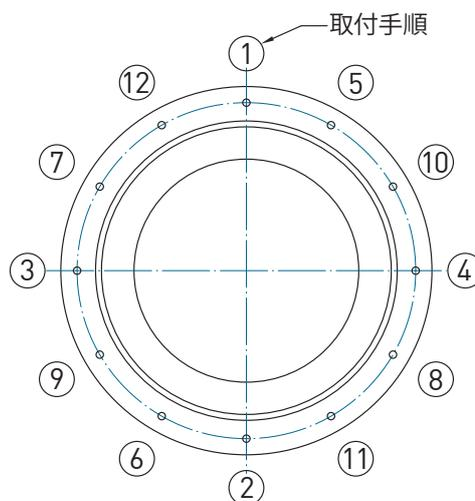

図1
3. CRB の組付け手順 (フランジ穴がある場合): フランジを軸受に設置し、ねじ穴を合わせて図 1 の順番通りに対角線に仮締め、本締めの2段階で締付けてください。一度にきつく締付け過ぎると不具合の原因となりますのでご注意ください